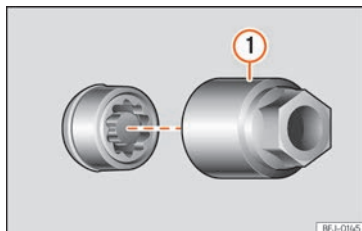

Fig. 36 Vite antifurto con cappuccio ed adattatore.
- Inserire l'adattatore speciale » **fig. 36 ①** (attrezzi di bordo » **pag. 41**) nella vite antifurto fino al fermo.